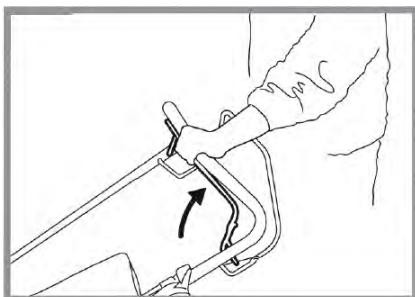

Рис.13
3. Встаньте позади рукояток. Прижмите рычаг тормоза двигателя спереди рукоятки, чтобы рычаг находился напротив рукояток (рис.13). Возьмитесь за ручку стартера другой рукой.
Запустите газонокосилку (см запуск двигателя). Продолжайте держать рычаг тормоза (см рис.13), отпускание рычага тормоза останавливает двигатель, чтобы избежать несчастных случаев (рис 15). Для движения газонокосилки вперед, переместите рычаг привода вверх и вперед (рис.16). После скашивания и опустошения травосборника необходимо остановить двигатель.